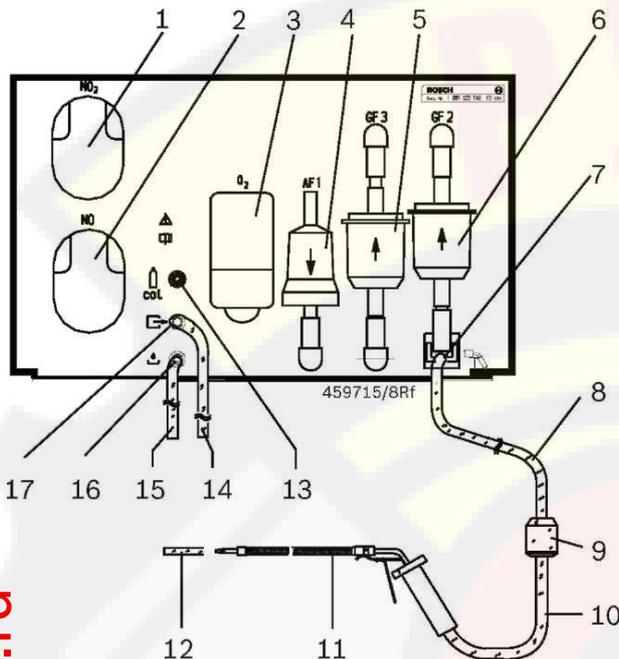

Рис. 3. АММ (модуль газоанализатора):
Система анализа отработавших газов BEA 460 оборудована датчиком для измерения O2, его привинчивают к задней стенке АММ (модуля газоанализатора) в предусмотренном для этого месте (см. рис. 3, поз. 3).
3. Присоедините зонд отбора отработавшего газа с фильтром грубой очистки GF1 и пробоотборный шланг к системе анализа отработавших газов BEA 460 (см. рис. 3).